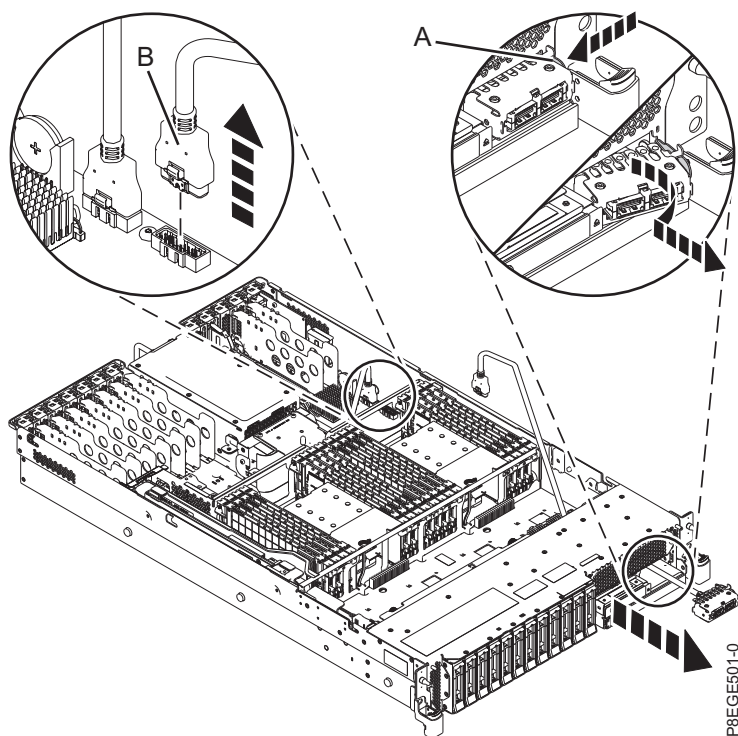

Figura 3. Com desendollar el cable USB de la placa posterior del sistema
5. Desendolleu el cable frontal USB de la placa posterior del sistema. Consulteu **(B)** a Figura 3 a la pàgina 6.
6. Desbloquegeu l'allotjament del cable USB de la part frontal del sistema. Empenyeu la part dreta de l'allotjament **(A)** i feu-la pivotar cap a l'esquerra mentre la feu anar enrere, tal com es mostra a Figura 3 a la pàgina 6.